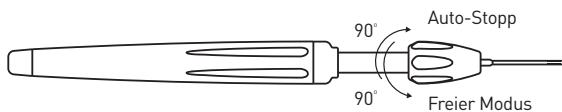

Abbildung 3 – Griff-Modi
4. Überprüfen Sie, ob beide Modi der Griffbetätigung funktionieren (freier Modus und Auto-Stopp). Schalten Sie zwischen den Modi um, indem Sie den oberen Teil des Griffs um um 90° drehen (siehe Abbildung 3).